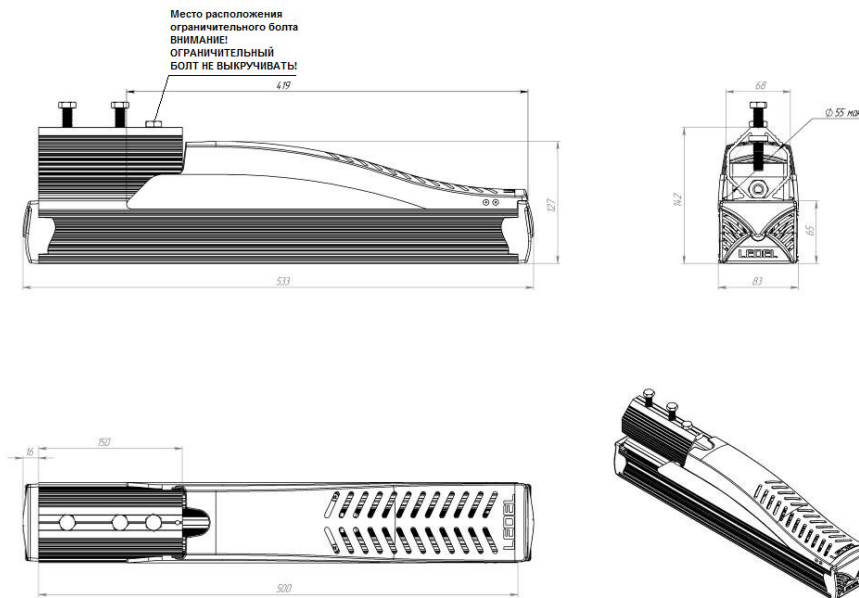

Рисунок 1 Габаритные размеры светильника «L-street 24»
1. Ослабить фиксирующие болты (кроме ограничительного болта, см. рис. 1);